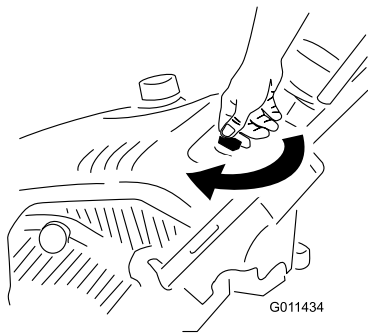

Figure 12
- 1. Tournez la clé dans le sens horaire en position Contact (Figure 12).